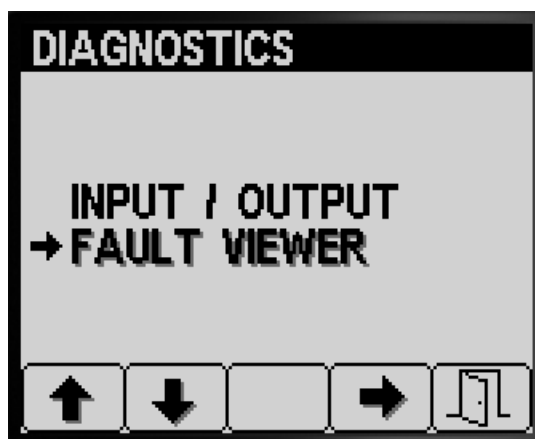

图 86
- 在 Diagnostics 诊断屏幕上按 1 号或 2 号按钮直至到达 FAULT VIEWER 故障查看器选项 图 86。
- 按 3 号按钮可选择 FAULT VIEWER 故障查看器条目 图 86。